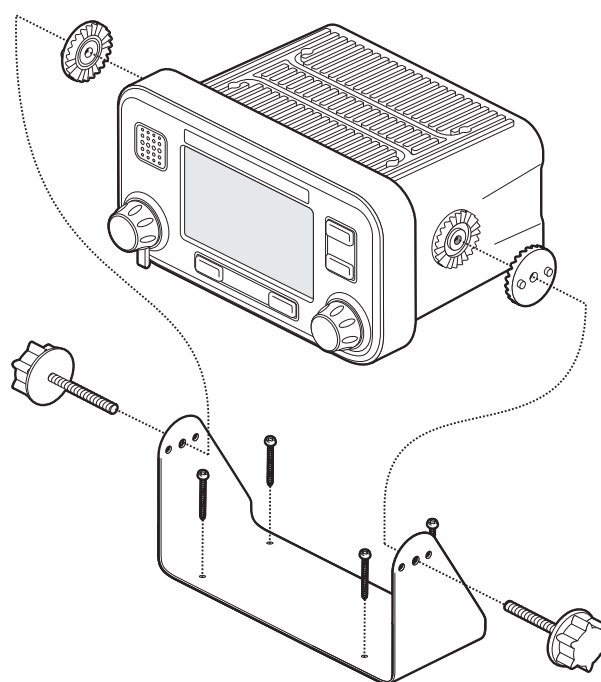

Abbildung 33 Montieren des AIS-Transponders
- Der Transponder ist mit vier selbstschneidenden Schrauben ausgestattet, um den AIS-Transponder mit der Zapfenhalterung auf einer geeigneten Oberfläche zu befestigen. Weitere Informationen hierzu finden Sie in Abbildung 33.